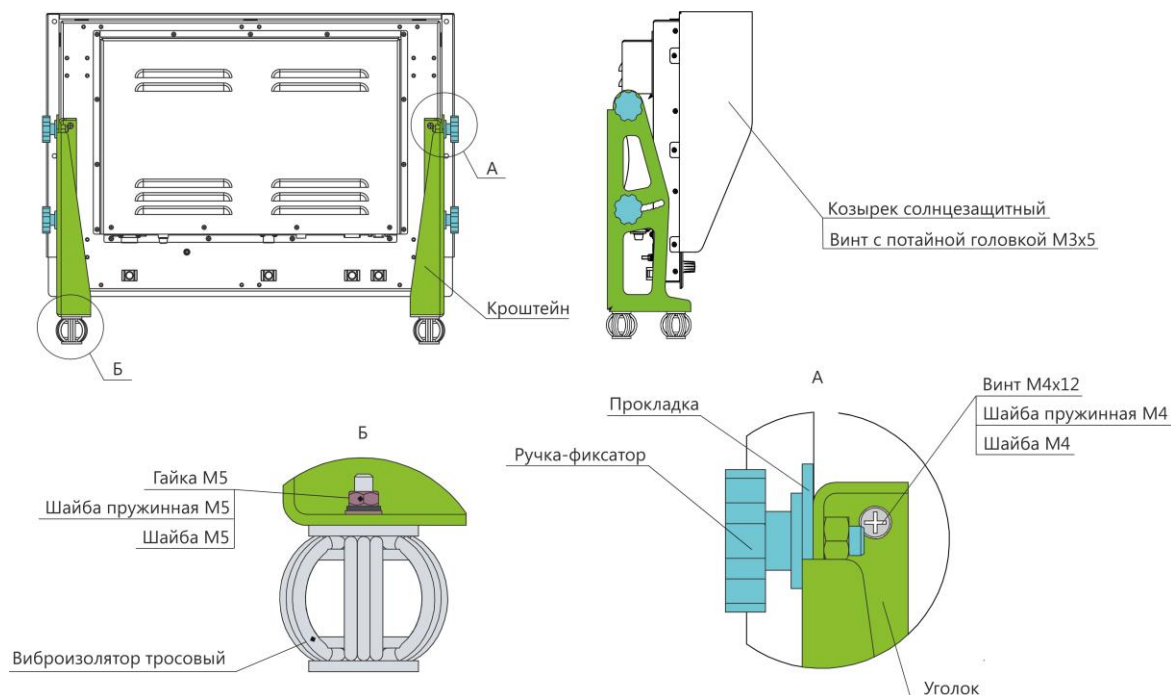

Рисунок 5 – Настольный монтаж на регулируемом кронштейне
3) настольный монтаж на регулируемом кронштейне (см. рисунок 5) представляет собой крепление изделия к поверхности с помощью регулируемых кронштейнов, ручек-фиксаторов и монтажного комплекта метизов.